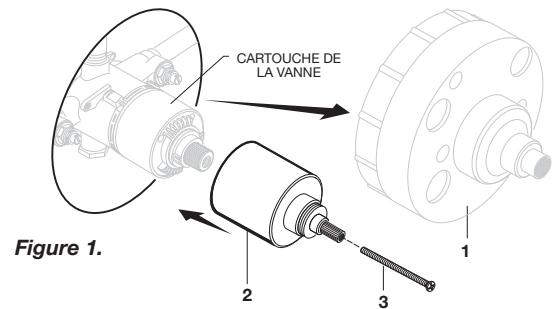

Figure 1.
- **Figure 1.** Une fois le carrelage mural installé, enlever le DISPOSITIF DE PROTECTION (1).
- Pousser le CAPUCHON DE CARTOUCHE (2) sur la CARTOUCHE DE LA VANNE jusqu'à ce qu'il repose contre la butée.
- Installer la VIS DE FIXATION (3) et serrer pour fixer le CAPUCHON DE CARTOUCHE (2) à la vanne.